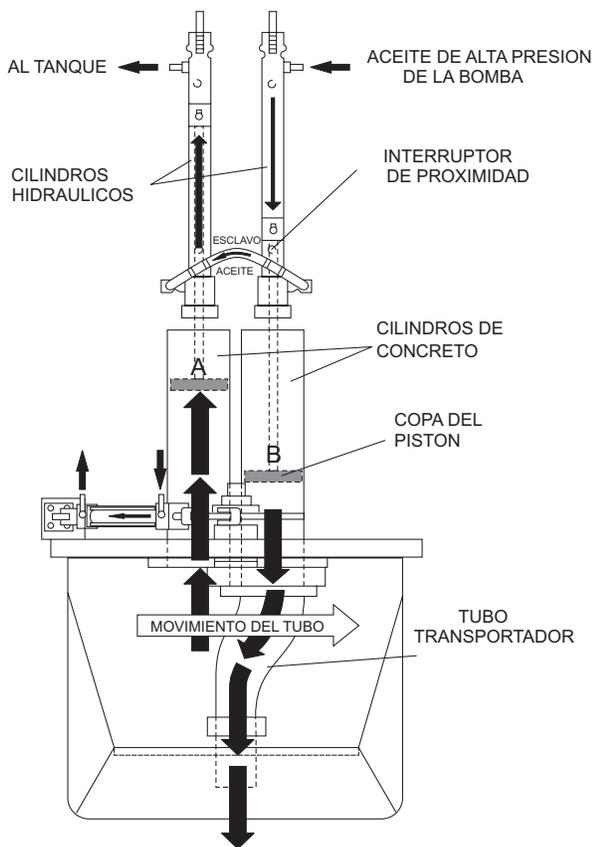

Figura 4. Ciclo de bombeo 1
El tubo transportador cambia en secuencia a cada cilindro de concreto cuando el cilindro impulsor empuja el concreto. Cuando la segunda secuencia del ciclo empieza (Figura 4), el tubo transportador, cambia al cilindro opuesto (A). El pistón hidráulico pasa por debajo del interruptor de proximidad y envía la presión al pistón, causando que empuje y descargue el concreto a la línea de entrega. El aceite hidráulico es transferido a través del circuito esclavo al cilindro B, causándolo que empiece el tiempo de succión, rellenándolo con concreto. La secuencia de bombeo después se repite según la duración de la operación.